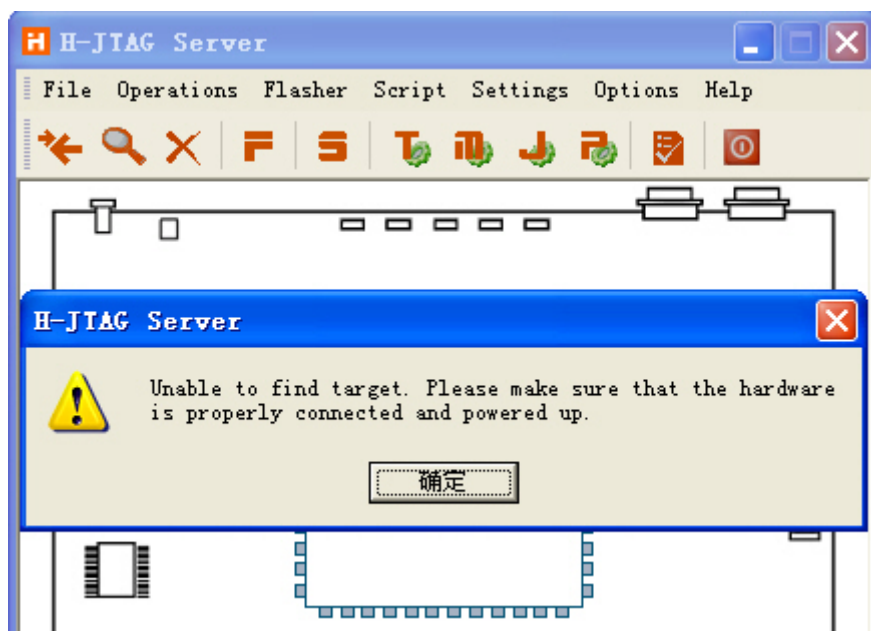

图 3.38 H-JTAG Server 连接出错
- (3) 如果芯片进入到Power Down模式，H-JTAG会出现错误，如图 3.38所示；